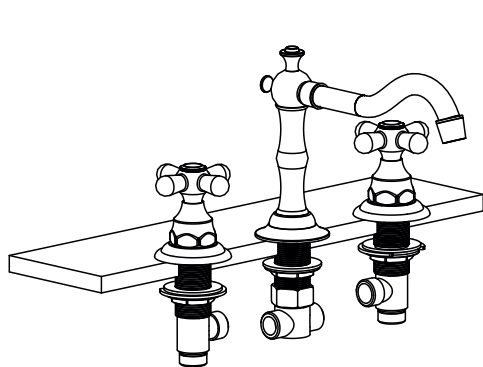

Рисунок 3
3. Закрепите основной корпус крана на стене и подсоедините к трубе подачи холодной и горячей воды. Обращенный к крану, впускной шланг с левой стороны подсоединен к горячей воде, а впускной шланг с правой стороны подсоединен к холодной воде (рис. 3).
4. Установите узел декоративной крышки, узел ручки и узел носика отдельно на основной корпус смесителя. Ручка, обозначенная буквой Н, установлена с левой стороны, в то время как ручка, обозначенная буквой С, установлена с правой стороны (рис. 3).